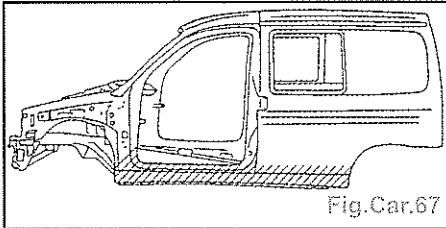

Fig.Car.67
- Pulvériser de la cire fluide : référence C5 (Fig.Car.67).